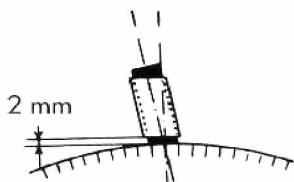

Рис. 1
- Отрегулировать дистанцию щётка–держателя в коллекторе между 2 и 3 мм (рис. 1).